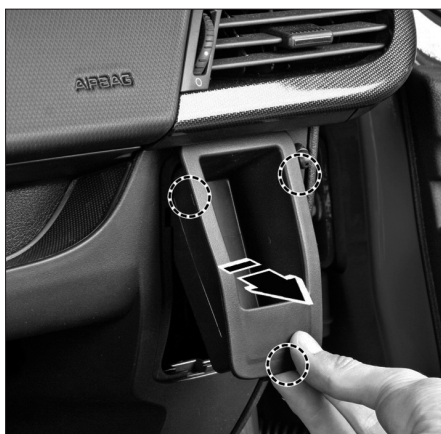

Fig. 34
- Déposer le vide poche, maintenu par 3 agrafes (Fig.34).